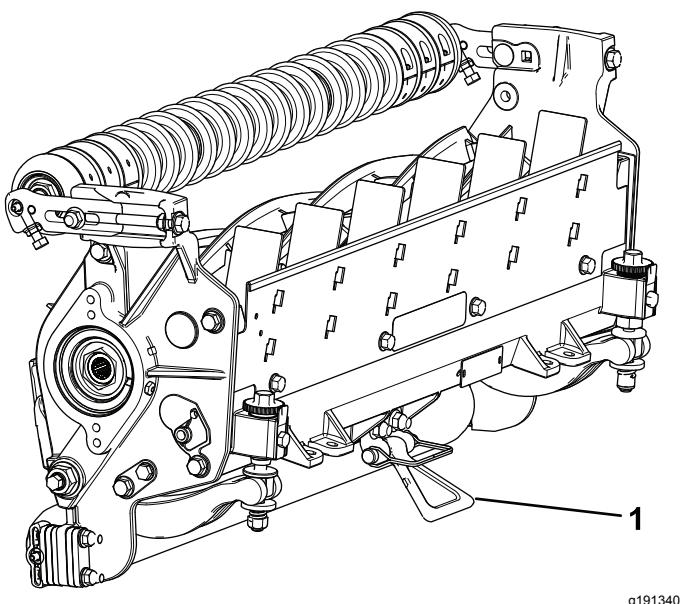

**Figura 12**
2. Girate in senso antiorario le viti di regolazione della barra di appoggio per accertarvi che la barra di appoggio non tocchi il cilindro (**Figura 12**).